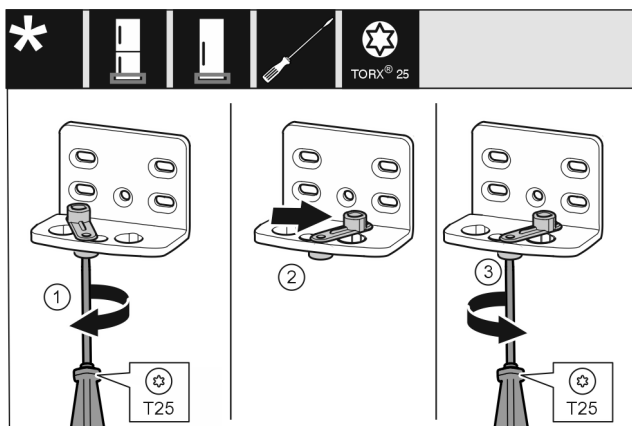

Fig. 44 *
- ▶ Отпустите винт Fig. 44 (1) отверткой.*
- ▶ Приподнимите фиксатор двери Fig. 44 (2) и, повернув на 90° вправо, вставьте в отверстие.*
- ▶ Затяните винт Fig. 44 (3) отверткой.*